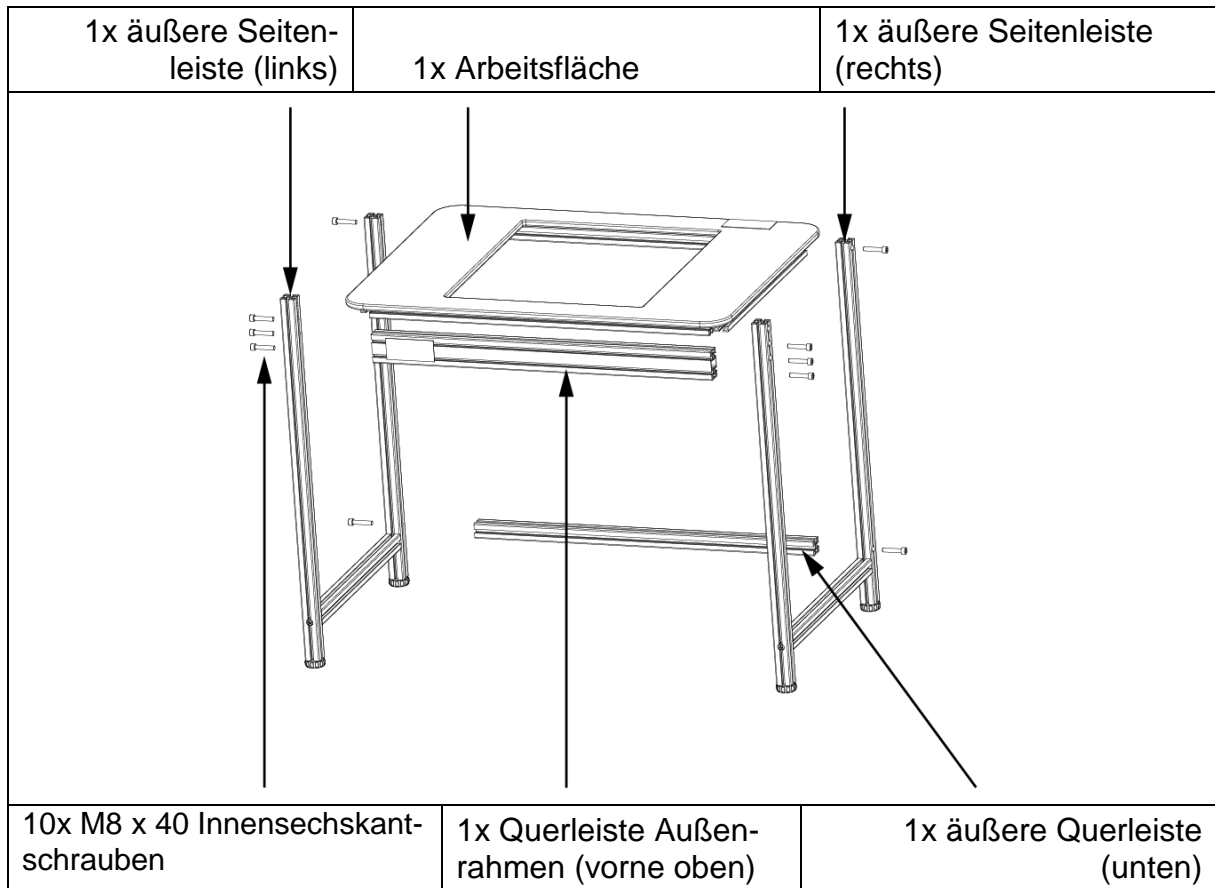

Abb. 8
5. Alle Schrauben fest anziehen (s. Abb. 8)